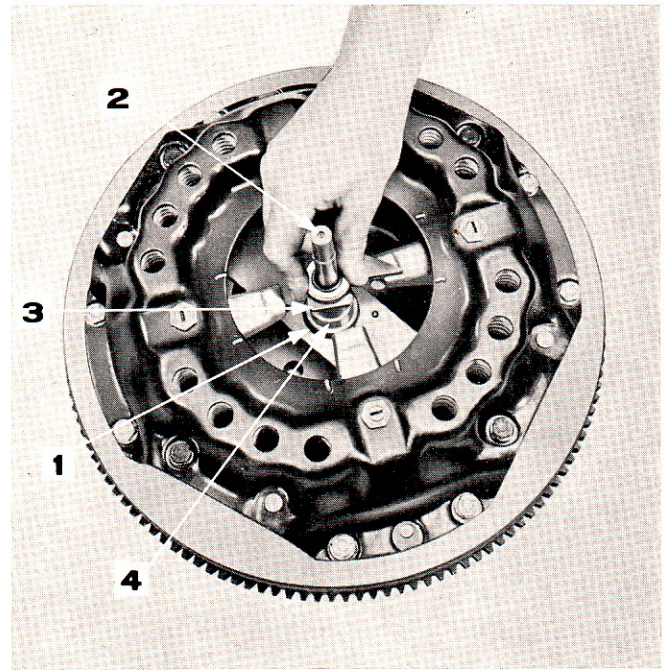

Figure 12: Réglage des doigts de débrayage sur embrayage de 12" à l'aide de l'outil No. SW 12
10. Placer la colonne centrale SW12/a dans la plaquette SW12/h. Enfiler sur la colonne l'entretoise centrale qui convient (voir tableau ci-dessous) et le doigt de jauge, la face rectifiée tournée vers le bas. Régler les écrous des boulons à oeil jusqu'à ce que les doigts de débrayage touchent légèrement le doigt de jauge (Figure 12).